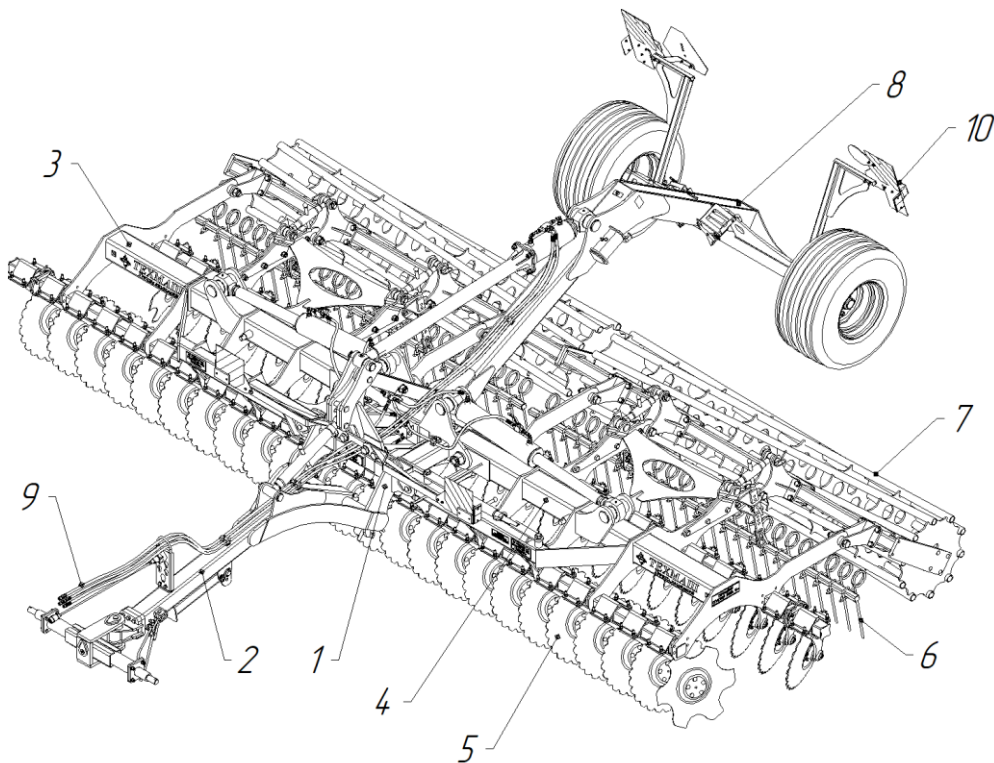

Рисунок 1 – Общий вид агрегата АДТ-6
3.1 Агрегат дисковый АДТ-6 представляет собой полунавесную, складываемую машину с рядным расположением рабочих органов на индивидуальной стойке, состоящие из рамы 1, сннца 2, двух крыльев – правого 3 и левого 4, режущих узлов 5, пружинных скребков 6, катков 7, колесного хода 8, гидросистемы 9 и электрооборудования 10 (рисунок 1).
3.5 Колесный ход 8 (рисунок 1) предназначен для перевода орудия в транспортное положение и наоборот, перегонов оборудования при транспортировке и при разворотах в процессе работы.